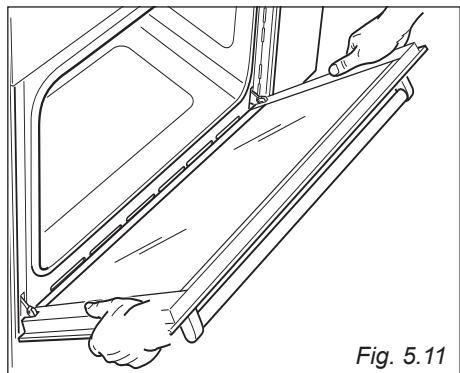

Fig. 5.11
- Impugnare la porta come illustrato in fig. 5.11.